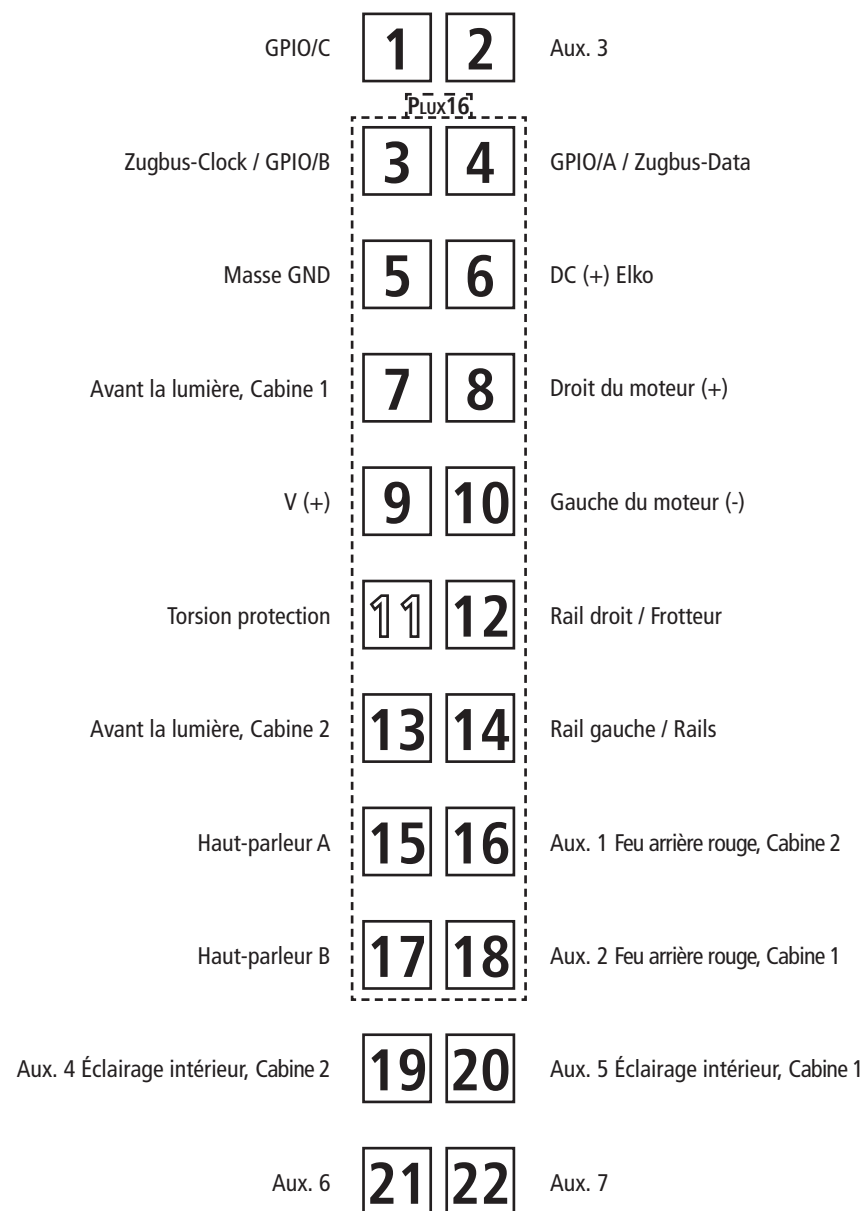
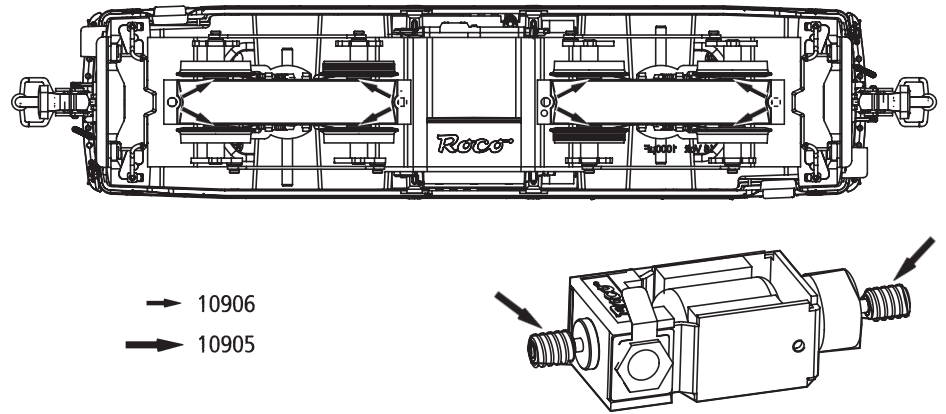

Fig. 5
Fig. 6
2. Haftreifenwechsel: Zuerst den Getriebedeckel sowie die Triebstangen abnehmen (Fig. 6). Danach den **Radsatz** herausnehmen und die **Haftreifen** mit einer Nadel od. mit einem feinen Schraubendreher abziehen (Fig. 5). Beim Aufziehen der neuen Haftreifen darauf achten, dass diese sich nicht verdrehen.
2. Change of traction tyre: Remove the gear cover as well as the driving rod (fig. 6). Take out **wheel set** and remove **traction tyre** using a pin or a fine screwdriver (fig. 5). When pressing on the new traction tyre please **avoid twisting it**.
2. Échange des bandages d'adhérence: Démontez d'abord le **couvre-carter des engrenages** des engrenages ainsi que la tige de conduite (fig. 6). Délogez ensuite les essieux bandagés et enlevez, à l'aide d'une aiguille ou d'un tourne-vis fin, les bandages d'adhérence (fig. 5). Lors du montage des nouveaux bandages veuillez veiller à ce que les bandages **ne soient pas tor-dues**.